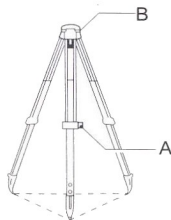

Fig.1
1. Ajustati Trepiedul pe inaltime, folosind suruburile de fixare sau clemele prindere rapida Suruburi A, (Fig. 1)